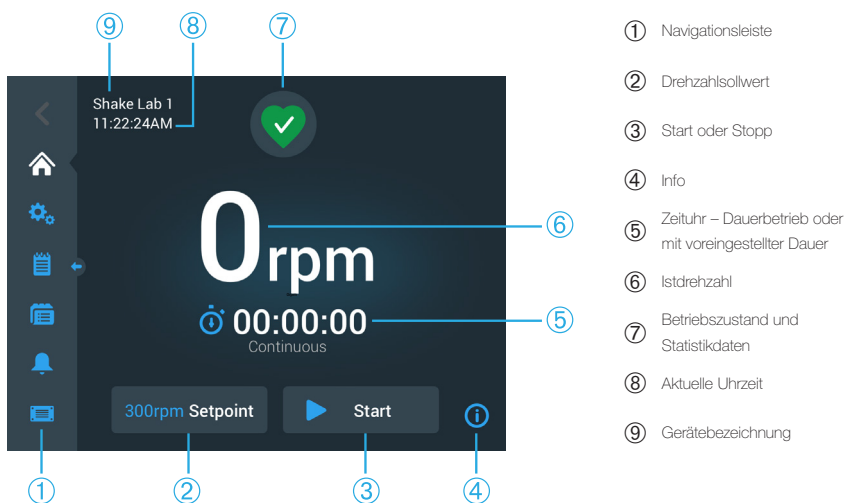
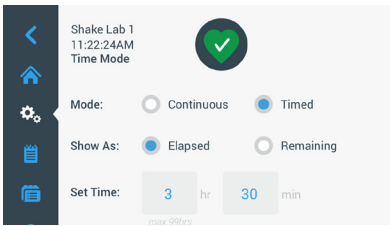
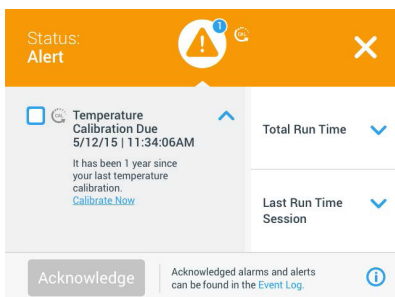

Abbildung 31: GUI Startbildschirm eines offenen Schüttlers
Abbildung 37: Zeitmodus wählen
Abbildung 41: Warnmeldungsliste
- Tippen Sie auf das Feld **Zeit** (Ⓢ in Abbildung 31 und Abbildung 32), um den Bildschirm Zeitmodus zu öffnen, der in Abbildung 37 dargestellt ist.
Befindet sich der Schüttler in einem guten Betriebszustand, wird auf dem Bedienfeld im Bereich Betriebszustand und Statistikdaten (🔍 in Abbildung 31 und ⓘ in Abbildung 32) ein grünes Herzsymbol angezeigt. Durch Antippen des grünen Herzsymbols wird der Bildschirm Betriebszustand geöffnet. Der Bildschirm Betriebszustand enthält Statistikdaten zum Betrieb Ihres Schüttlers, einschließlich der Schüttel- und Betriebsstunden insgesamt und für die letzte Sitzung. Temperaturregelte Schüttler zeigen zusätzlich die Stunden für Kühl- und Heizprozesse an.
Wenn eine Warnmeldung ausgegeben wird, zeigt das Bedienfeld oben im aktuellen Bildschirm einen gelben Balken mit Lauftext an. Zusätzlich ertönt ein Alarmton. Der gelbe Warmbalken mit Lauftext verschwindet nach zweimaligem Durchlaufen der Meldung. Nur das gelbe Warndreieck zeigt an, dass eine oder mehrere Alarmmeldungen für den Schüttler vorliegen. Das Warndreieck hat einen blauen Kreis mit weißem Rand, der anzeigt, wie viele aktive Warnmeldungen anstehen. Durch Antippen des Warndreiecks im Bereich Info und Betriebszustand (🔍 in Abbildung 31 und ⓘ in Abbildung 32) wird ein Bildschirm mit einer Auflistung aller momentan aktiven Warnmeldungen geöffnet. Die neueste Warnmeldung wird erweitert angezeigt, sodass Sie alle Informationen sehen können, wie in Abbildung 41 dargestellt. Sie können durch die Liste blättern und auf einen beliebigen Listeneintrag tippen, um diesen zu erweitern und mehr Informationen zu erhalten.
Wenn eine Alarmmeldung ausgegeben wird, zeigt das Bedienfeld oben im aktuellen Bildschirm einen roten Balken an. Im Bereich Info & Betriebszustand (🔔 in Abbildung 31 und 📢 in Abbildung 32) wird eine rote Alarmglocke mit Schallwellen zu beiden Seiten angezeigt. Zusätzlich ertönt ein konstanter Alarmton.